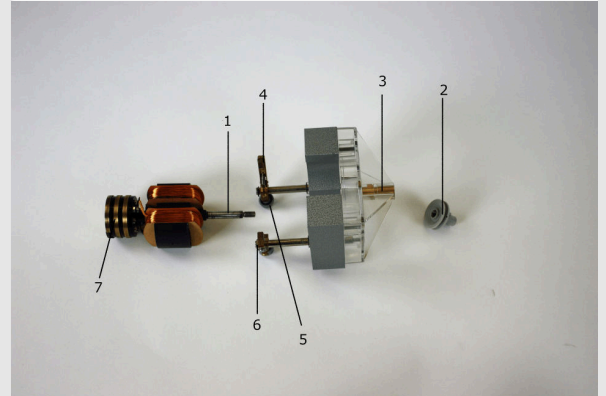

Fig. 1
- Configura la fijación del motor como se muestra en la Fig. 1.